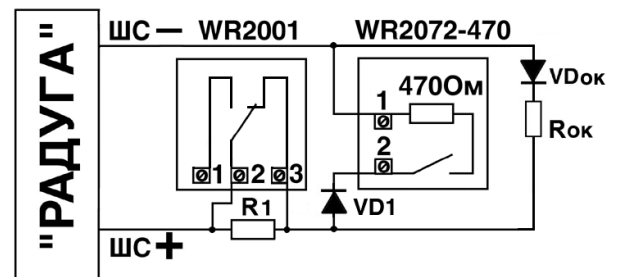

Рис. 2. Подключение извещателей серии WR2000 к ППКП «Радуга»
- Ручные извещатели WR2001/SR включаются в шлейф последовательно или параллельно. При последовательном включении используются нормально замкнутые контакты 2, 3 извещателя с шунтированием их резистором R2 11 кОм (рис. 2). При параллельном включении извещателей серии WR2000 используются нормально разомкнутые контакты 1, 2 с последовательно включенными диодом VD1 и резистором (рис. 2). В извещателе WR2072/SR-470 уже установлен резистор 470 Ом, в WR2001/SR его необходимо установить при монтаже.